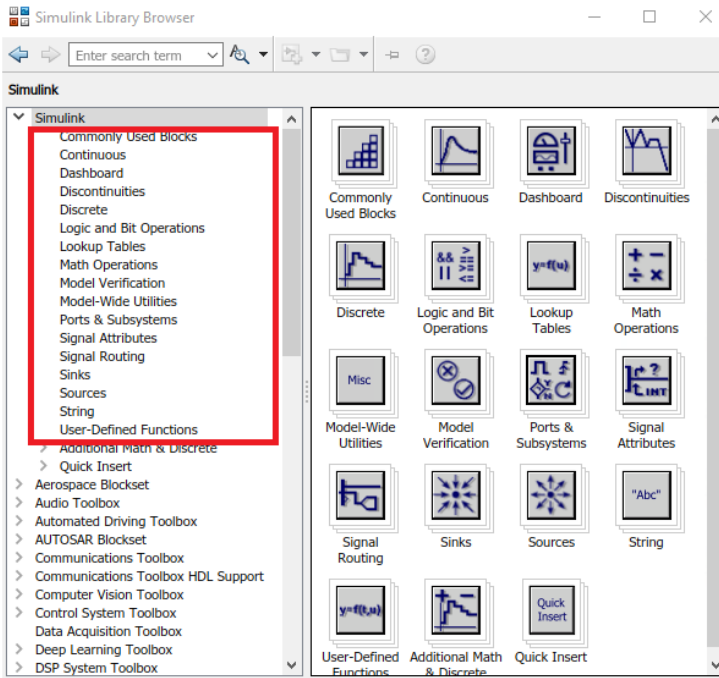

Рис. 4 Окно выбора элементов з библиотеки Simulink
- 4 После загрузки новой модели, из панели задач вызвать библиотеку элементов Simulink модели Library Browser (рис. 4).
Результат запуска представлен на рис. 4. В окне, выделенном прямоугольником, находятся элементы, которые используются при составлении Simulink модели.